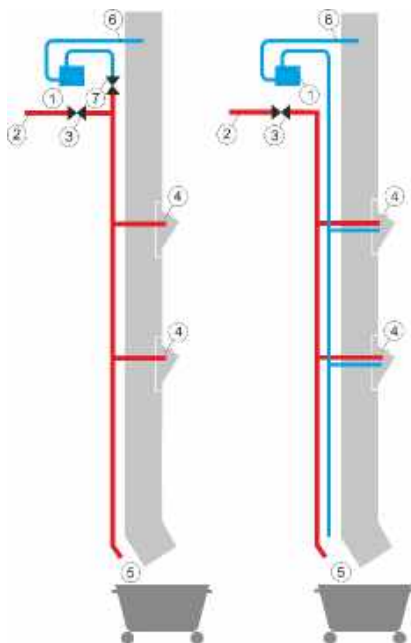

Рисунок 1 – Устройство системы пожаротушения мусоропровода. Вариант 1 (слева) и вариант 2 (справа).
2.1 В зависимости от устройства системы (рис.1) в комплект поставки входят: